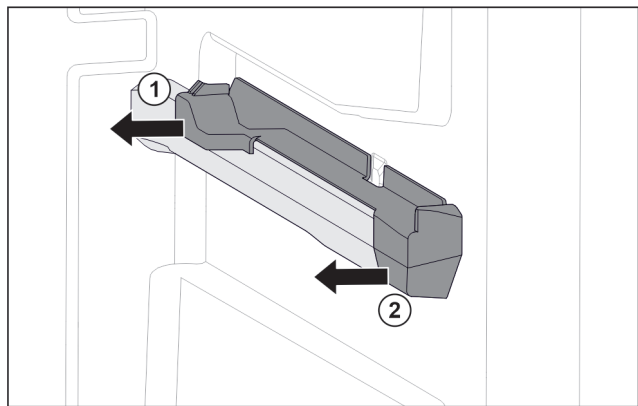

Fig. 84 Piesă de fixare pe nervura din dreapta a recipientului
- ▶ Scoateți piesa de fixare din spate în lateral. Fig. 84 (1)
- ▶ Scoateți piesa de fixare din față în lateral. Fig. 84 (2)